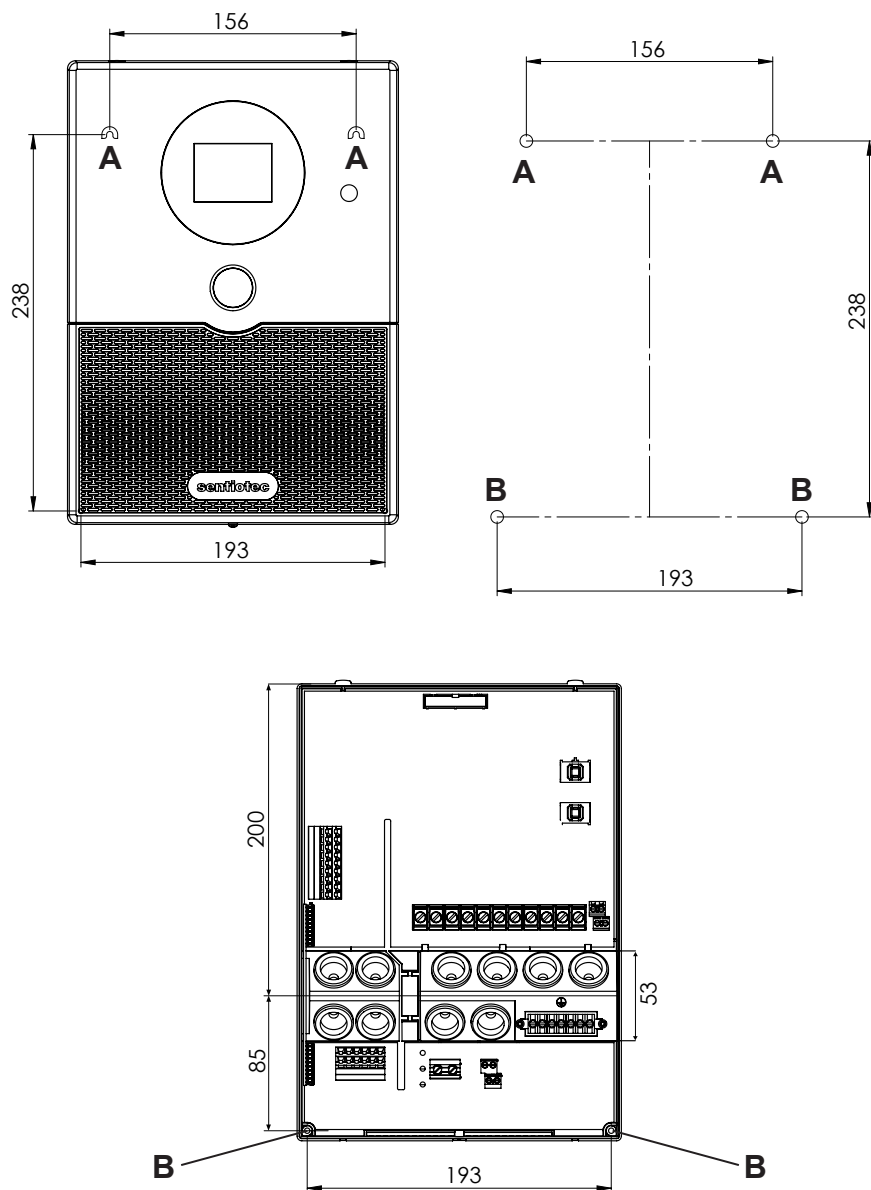

Fig.1 Position du dispositif de suspension et des ouvertures de montage (mesures en mm)
1. Vissez deux vis pour aggloméré (3 x 25 mm) à une hauteur d'environ 1,70 m jusqu'à un espacement de 7 mm dans la paroi du sauna. L'espace entre les deux vis doit être de 156 mm (voir **Fig.1**).
4. Accrochez la commande de sauna à l'aide du dispositif de suspension **A** aux vis cruciformes montées (voir **Fig.1**).
5. Vissez deux vis pour aggloméré (3 x 25 mm) dans les ouvertures de fixation inférieures **B** (voir **Fig.1**).